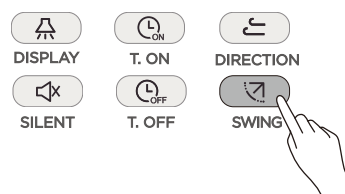

Figura 17
1. Quando a unidade estiver ligada. Pressione (vide Figura 17). Ao ativar a função de oscilação, o ícone acenderá e enviará o sinal à unidade interna;